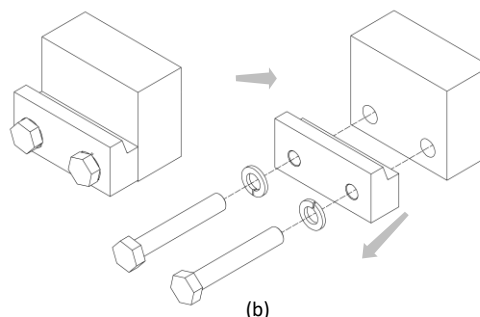

Figura 4
4. Quitar los ganchos inferiores del implemento (mira *Figura 4*).
2. Retirar los ganchos inferiores (mira *Figura 4* a pag.11).